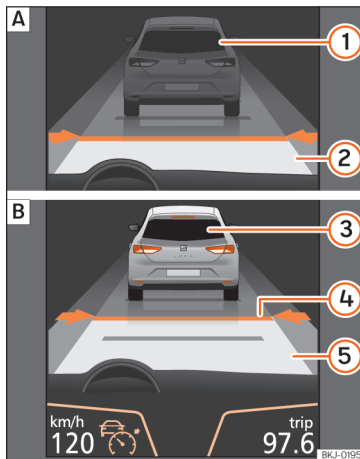
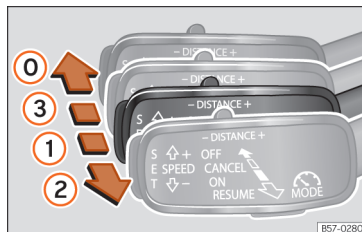
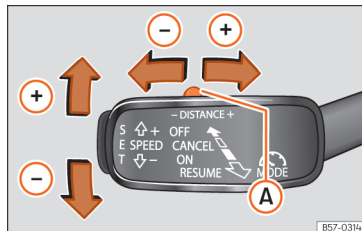

Abb. 259 Am Bildschirm des Kombi-Instruments: (A) ACC inaktiv (Standby). (B) ACC aktiv.
Abb. 261 Auf der linken Seite der Lenksäule: dritter Hebel für die Betätigung der automatischen Distanzregelung.
Abb. 262 Auf der linken Seite der Lenksäule: dritter Hebel für die Betätigung der automatischen Distanzregelung.
Bildschirmanzeigen »» **Abb. 259:**
Schalttafel die grüne Kontrollleuchte ein (🚦) und auf dem Bildschirm werden die programmierte Geschwindigkeit und der Zustand der ACC angezeigt »» Abb. 259.
schwindigkeit des Fahrzeugs einstellen und die ACC aktivieren. Drücken Sie dazu auf die Taste **SET** »» Abb. 262. Falls Sie die Geschwindigkeit in Schritten von 1 km/h (0,6 mph) erhöhen oder reduzieren möchten, bewegen Sie den Hebel in die Position ② »» Abb. 261 bzw. drücken Sie die Taste **SET**.
Die programmierte Geschwindigkeit kann je nach Wunsch während der Fahrt oder bei Fahrzeugstillstand geändert werden. Jegliche Änderungen der programmierten Geschwindigkeit werden unten links am Bildschirm des Kombi-Instruments angezeigt »» Abb. 259.
Um das Abstands-niveau zu erhöhen oder zu reduzieren, drücken Sie den Wippschalter nach rechts/links »» Abb. 262 (A).
• Um die ACC zu aktivieren, müssen Sie, wenn sich der Hebel in Position ① befindet, die Taste **SET** drücken oder den dritten Hebel der ACC in die Position ② bringen »» Abb. 261. In diesem Moment wechselt die ACC-Anzeige am Bildschirm des Kombi-Instruments in den Modus Aktiv »» Abb. 259.
Um die ACC zu deaktivieren, bewegen Sie den Hebel in die Position ① »» Abb. 261 (eingarastet). In diesem Moment erscheint der Text **ACC deaktiviert** und die Funktion ist vollständig deaktiviert.
Falls Sie die ACC nicht ausschalten, sondern nur vorübergehend in den inaktiven Modus (Standby) versetzen möchten, bewegen Sie den dritten Hebel in die Position ③ »» Abb. 261 oder betätigen Sie das Bremspedal.